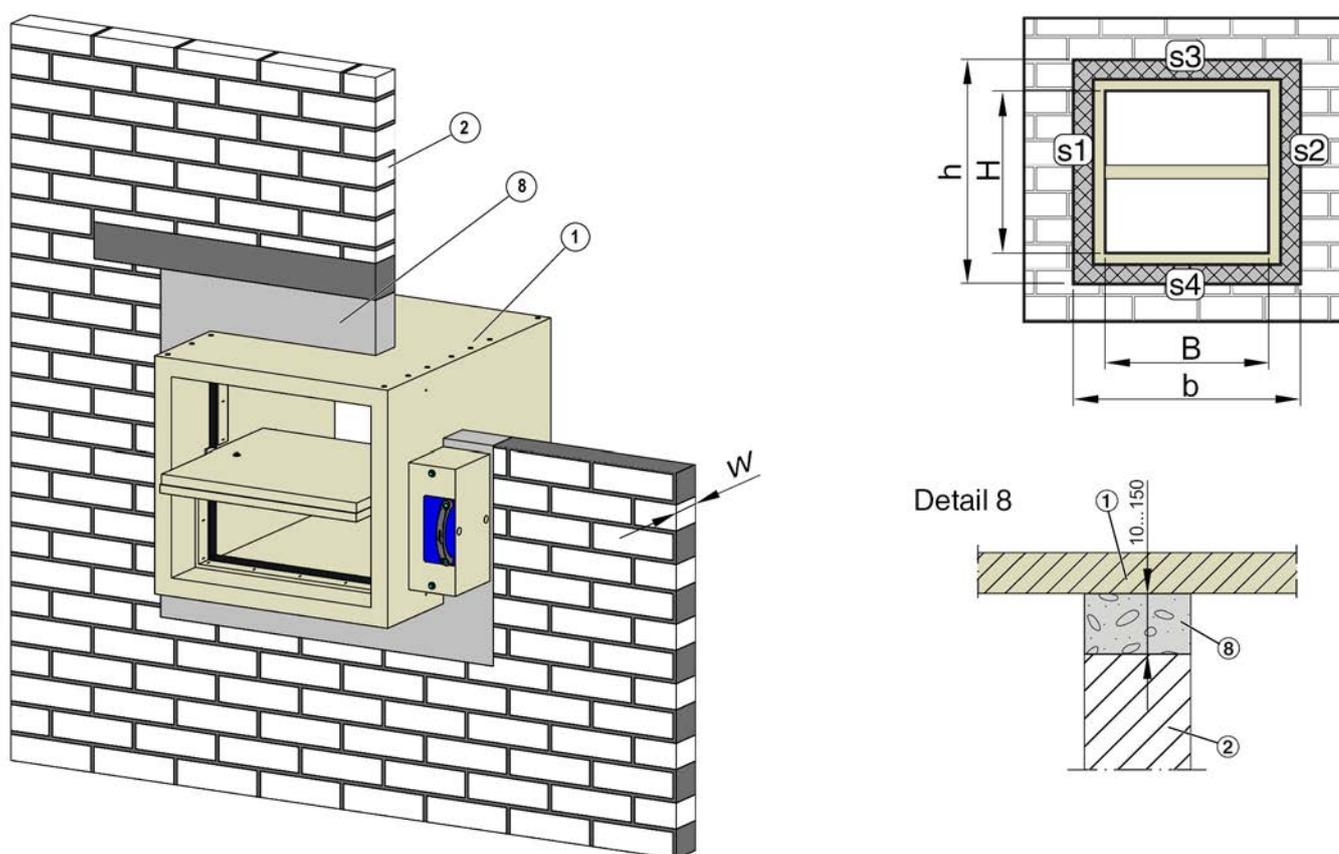

Fig. 14: Montage à sec et en milieu humide sans mortier dans un mur plein, variante de montage a, indice de classification : v_{ew}
1. ▶ Créer une ouverture de montage conformément à Voir la Fig. 14 .